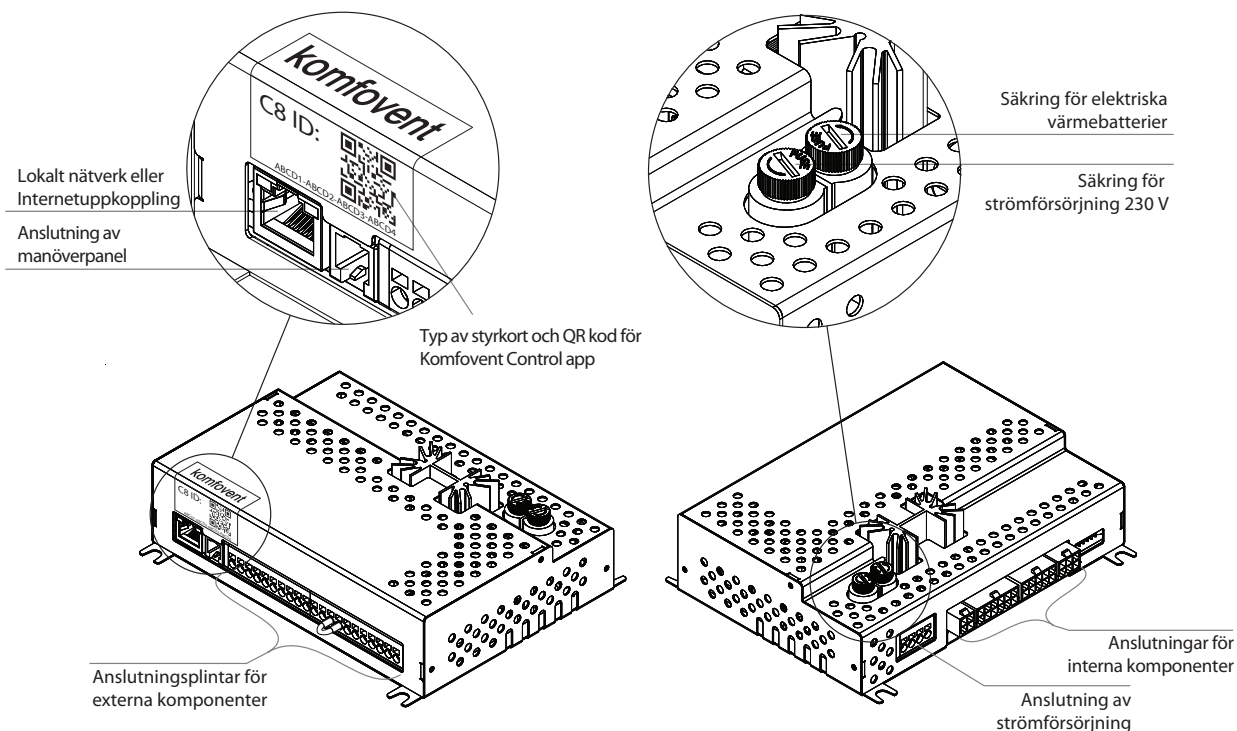

Fig. 11. C8 huvudstyrkort
Vi rekommenderar att kabeln dras på ett sådant sätt att den inte kommer i närheten av strömförande kablar eller högspänningsutrustning (tex. skåp med inkommande elkablar, elektrisk uppvärmningspanna eller luftkonditioneringsenhet). Kabeln kan dras genom hålen baktill eller i botten på kontrollpanelen (följ installationsinstruktionerna som medföljer kontrollpanelen). Kabeln till C8 styrkort ansluts till en angiven kortplats (RJ9 kontakt, se fig. 11) eller anslutningsplintar för externa komponenter.
Enheten kan styras inte enbart från kontrollpanelen utan även med hjälp av en dator eller en smartphone. I ett sådant fall måste aggregatets styr anslutas till ett lokalt nätverk eller till Internet. Enheten styrs av en dator via webbläsare, eller en Smartphone och Komfovent Control-App. Aggregatet ansluts till datornätverket med en CAT5-kabel (RJ45, se fig. 11). Total kabellängd mellan enheten och nätverksroutern får inte överstiga 100 m.
- Det lättaste sättet att hantera din enhet på via Internet är att använda en smartphone med Komfovents Moln-App. Starta Appen på din smartphone (telefonen måste ha Internetåtkomst). När du ansluter första gången kommer Appen att be dig skanna QR-koden fram till på styrkortet (se fig. 11). När du skannar koden kommer Appen automatiskt att etablera anslutningen till enheten (för mer information om Komfovent Control-App, se DOMEKT Användarmanual).